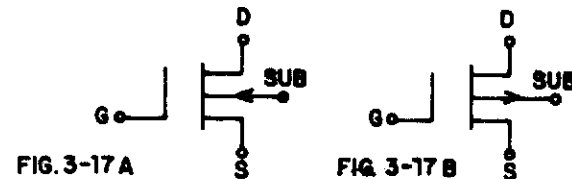

Figura 3-17
ro na figura 3-17, sendo (A) canal N e (B) canal P. A única diferença do símbolo de MOSFET de incremento está nos traços ligando substrato a dreno e source.